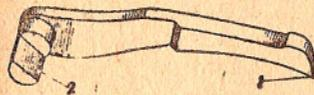

Рис. 15. Собачка:
16. **Собачка** (рис. 15) удерживает барабан от вращения влево при спущенном курке; поворачивает барабан на  $\frac{1}{7}$  часть окружности и подает его в переднее положение при постановке курка на боевой взвод; собачка своей осью помещается в отверстии спускового крючка; конец оси наполовину срезан для прилегания к нему конца нижнего пера боевой пружины.